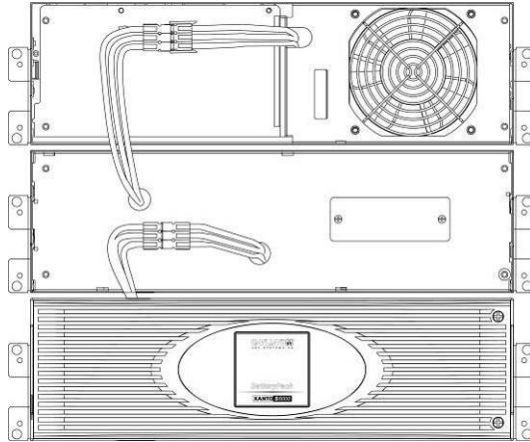

Abbildung 10: XANTO S 6000 mit BP. Rackeinbau (Frontansicht)
4. Stecken Sie das Kabel des Batteriepaketes in den Batterieanschluss der USV-Anlage, wie in Abbildung 10 dargestellt wird. Bis zu vier Batteriepakete können an die USV-Anlage angeschlossen werden.